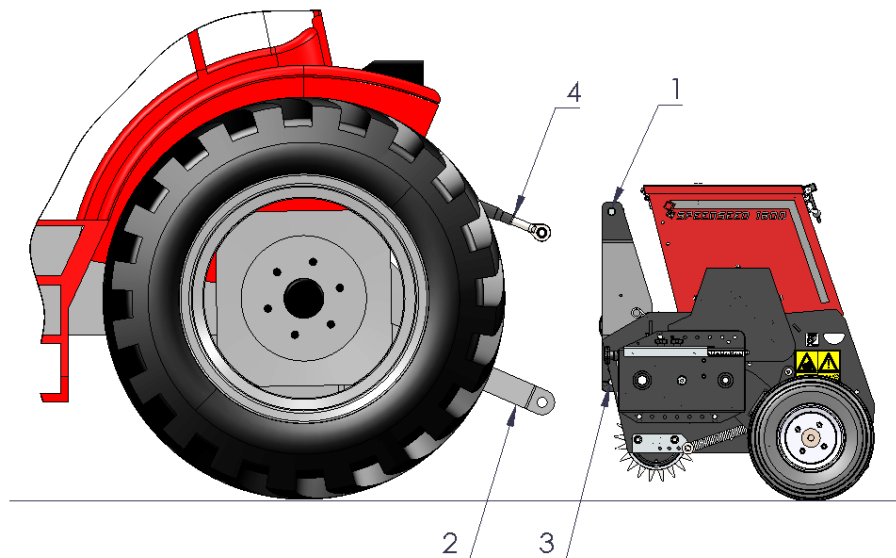

Bild 2
1. Ta bort det översta 3-punktsstiftet (1) från maskinen (se Bild 2).
2. Kör traktorn försiktigt bakåt tills lyftarmarna (2) kan kopplas på maskinen.
Maskinen måste kopplas från som följer (se **Bild 2**):